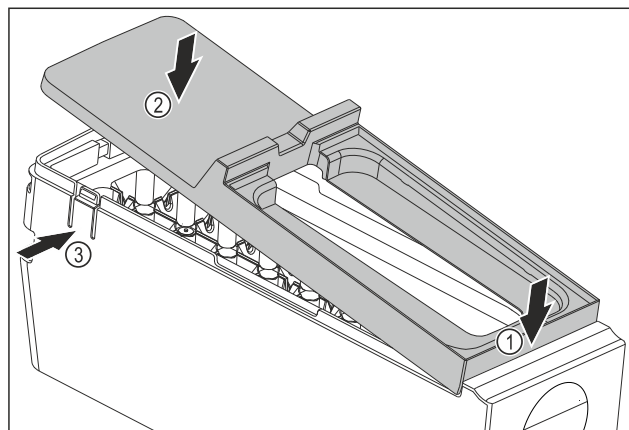

Fig. 79
- ▶ Montáž krytu korpusu EasyTwist-Ice: Nasadte kryt na přední stranu. Fig. 79 (1)
- ▶ Spusťte kryt vzadu dolů. Fig. 79 (2)
- ▷ Kryt slyšitelně zaklapne v obou lamelách Fig. 79 (3).